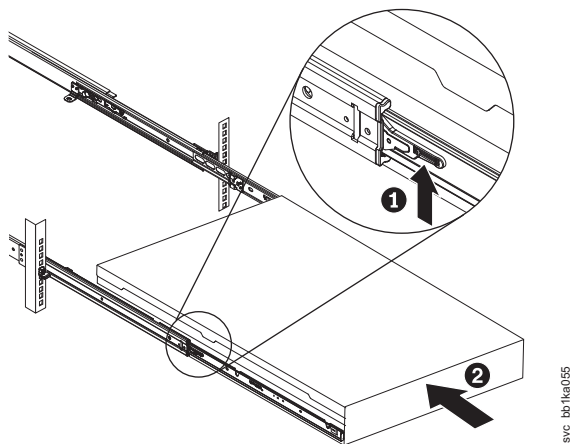

Figura 120. Levantando as alavancas de travamento do 2145-DH8 dos trilhos deslizante do rack
30. Levante as alavancas de travamento (**1** na Figura 120 na página 143) nos trilhos deslizantes e empurre o servidor **2** completamente no rack até que ele encaixe.